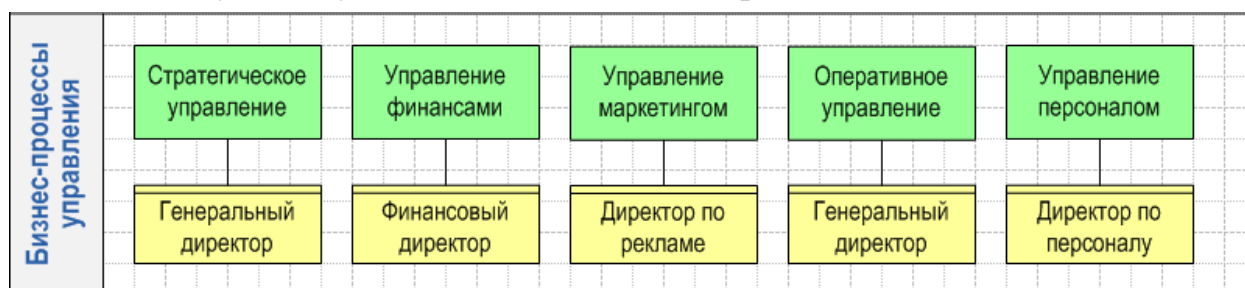

Рис. 67. Группа процессов *Бизнес-процессы управления*
8. Согласно рис. 67 и 68 в группах процессов *Бизнес-процессы управления* и *Обеспечивающие бизнес-процессы* нарисуйте фигуры типа *Процесс* и *Должность*, а между ними установите связь *Роль в процессе*.